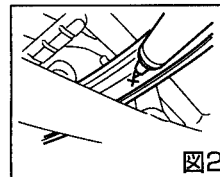

図2
2. バックホークブリッチ(上ブリッチ)のネジ穴に相当する部分のドロヨケに、マーカで印をして、 $\phi 5$ の穴をあけてください。(図2)